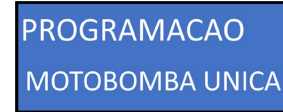

Figura 42
35. Para iniciar a programação basta navegar pelo menu principal utilizando as teclas “para cima” ou “para baixo” até encontrar a função “PROGRAMACAO MOTOBOMBA UNICA” (Figura 42). Apertando a tecla “OK” você será direcionado para o menu de programação.